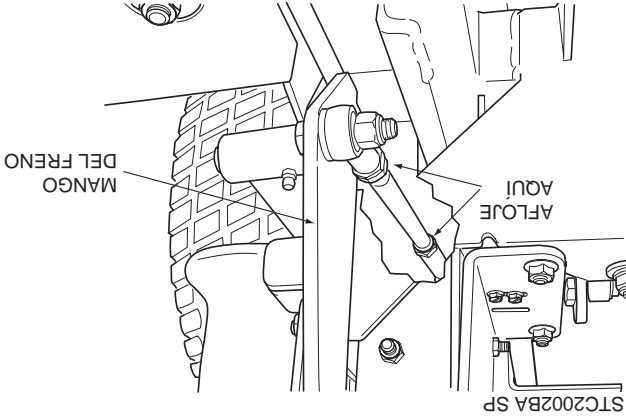

Figura 6-1. Ajuste del freno
4. Gire el perno en el fondo de la palanca del accionador de freno hasta que se alcance la medida de 1/8" y apriete la contratuercas en la horquilla con ojales en la varilla del accionador de freno. Vea la Figura 6-2. Si la medida de 1/8" no puede alcanzarse ajustando la varilla del accionador de freno, ajuste la varilla de control del freno. Realice el ajuste aflojando la contratuercas en ambos extremos de la varilla de control del freno y girando la varilla hasta alcanzar la distancia apropiada. Vea la Figura 6-1.